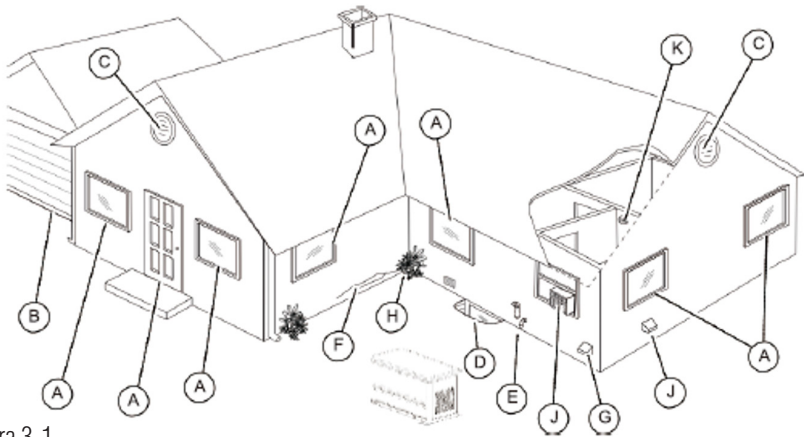

Figura 3-1
Véase la figura 3-1. Se instalará y utilizará un detector de monóxido de carbono (K) para controlar el monóxido de carbono y advertir a las personas de la presencia de monóxido de carbono. El detector de monóxido de carbono debe instalarse y probarse de acuerdo con las instrucciones y advertencias del fabricante del detector de monóxido de carbono. Póngase en contacto con el departamento local de inspección de edificios para conocer los requisitos aplicables en materia de detectores de monóxido de carbono.
Véase Figura 3-1. Los gases de escape del generador pueden entrar en la estructura a través de grandes aberturas, como puertas. Otra posibilidad es que los gases de escape y el monóxido de carbono se filtren en la estructura a través de aberturas más pequeñas y menos visibles.